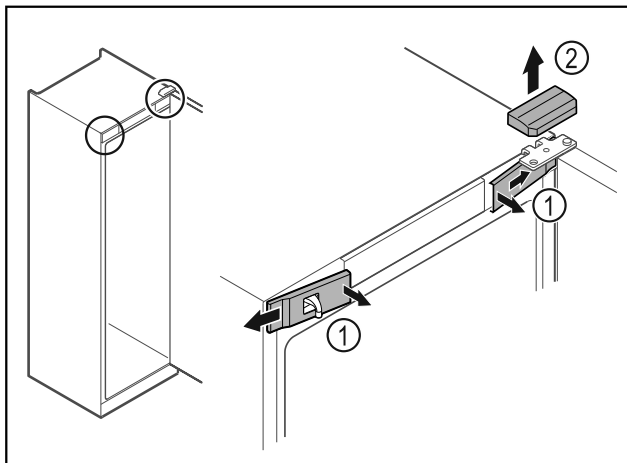

Fig. 13
- ▶ Haakige eesmised katted Fig. 13 (1) seest lahti ja võtke küljele maha.
- ▶ Võtke ülemine kate Fig. 13 (2) ülespoole maha.